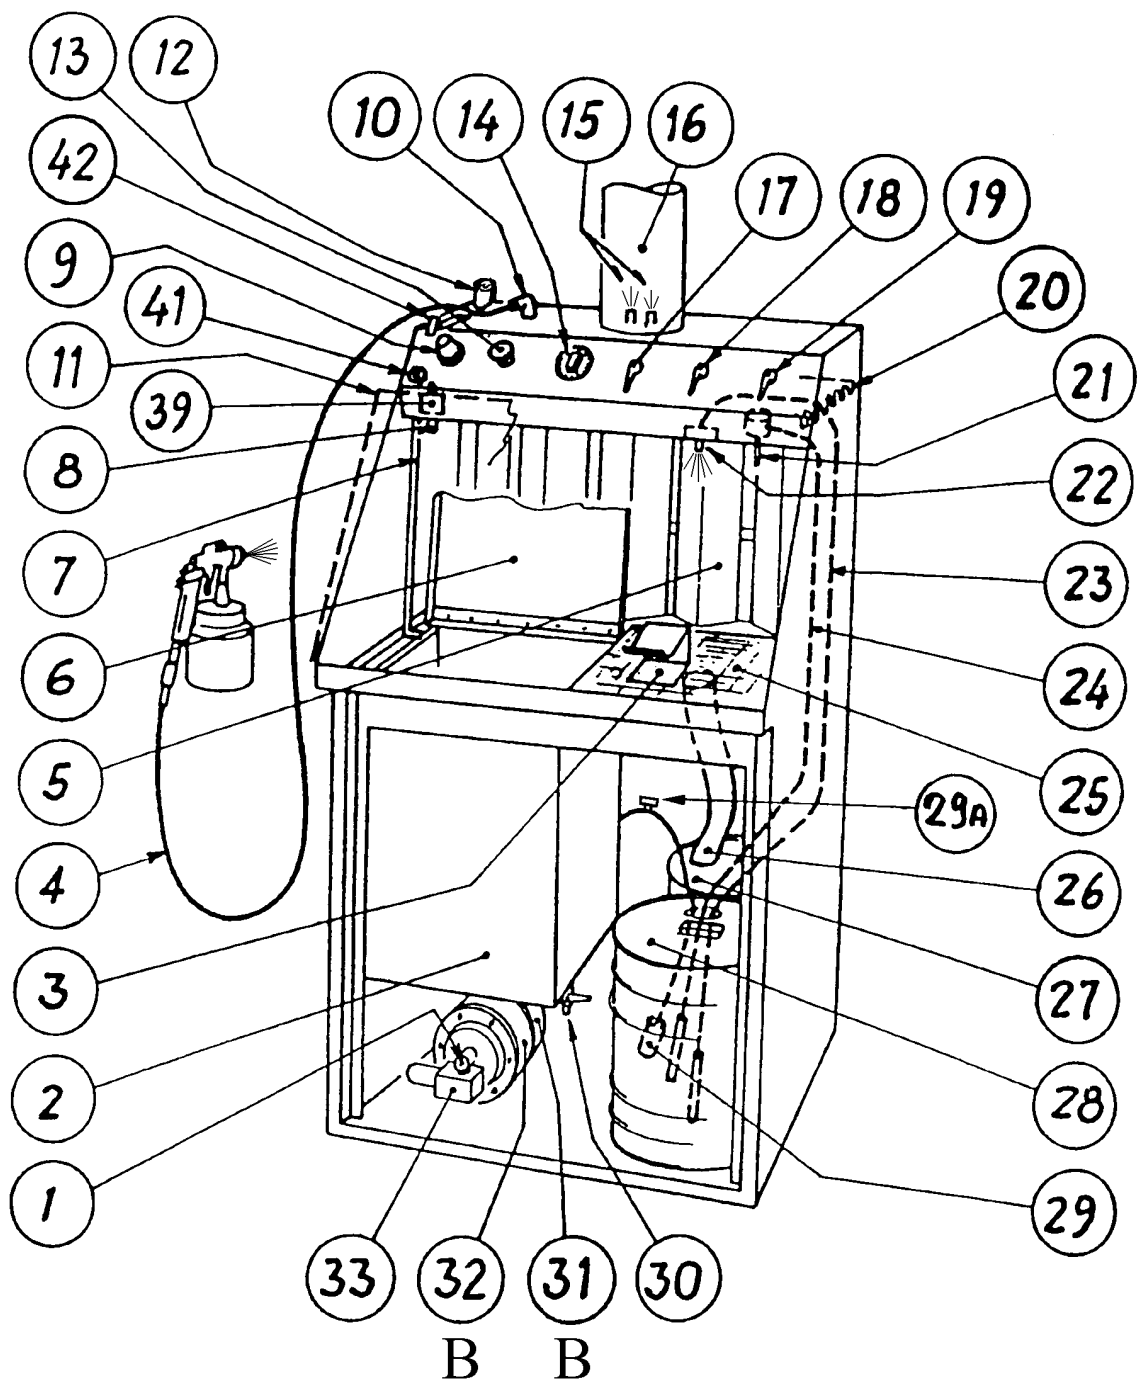

Figura 1
La Lavadora-pulverizadora se compone principalmente de un recipiente de acero cincado (ver figura 1) donde se encuentran una lavadora de acero inoxidable (pos.2) provista de una portezuela, de una bomba neumática (pos.32) , de las tuberías flexibles para tomar el diluyente (pos.23-24 y 29) y de los mandos colocados en la parte delantera inferior del pupitre.
ESQUEMA DE LA LAVADORA-PULVERIZADORA (Ver figura 1):